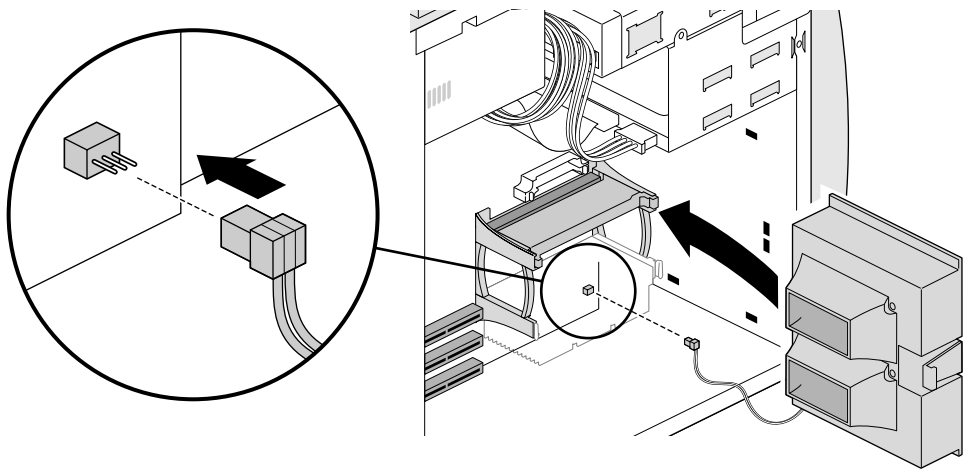

Abbildung 7-9 Einbauen des Lüfters
2. Setzen Sie den neuen Lüfter wie in Abbildung 7-9 ein.